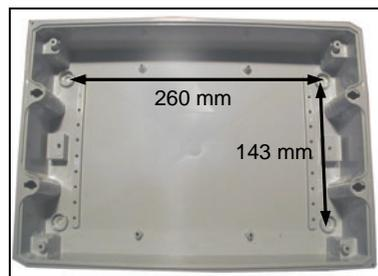

Fig. 21
- Fixer le coffret à l'aide des chevilles et des vis fournies. Placer les caches vis (Fig. 21).